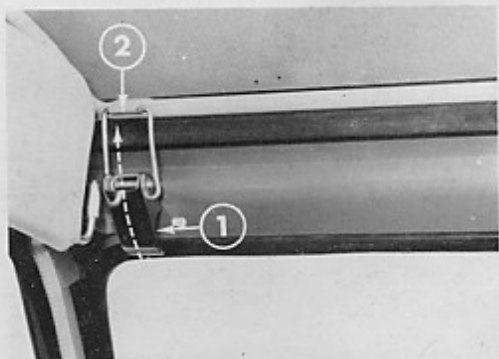

Fig. 24-Apertura della cappotta
- Tirare le levette (fig. 24-rif. 1) per disimpegnare gli anelli dai ganci di ritegno (rif. 2).
- Immobilizzare il telaio pieghevole fissandolo tramite le levette (fig. 24 - rif. 1).